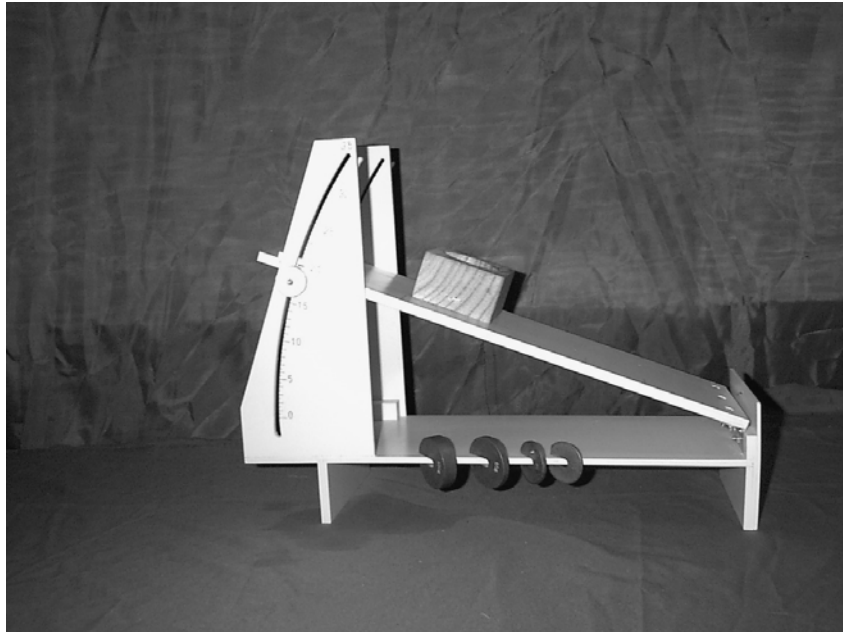

Figura 2
2. Aumentar el ángulo de inclinación gradualmente, hasta que el objeto esté a punto de resbalar (ver figura 2) y anotar en la tabla I el valor del ángulo de inclinación.
6. Calcular el coeficiente de fricción utilizando la ecuación (4) y anotar el resultado en la última columna de la tabla I.